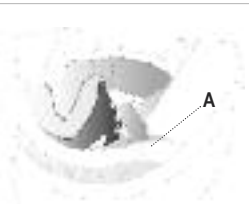

figura 5
**Estofa central interno: CALOTA-Desmontagem e Remontagem** - veja figura 5